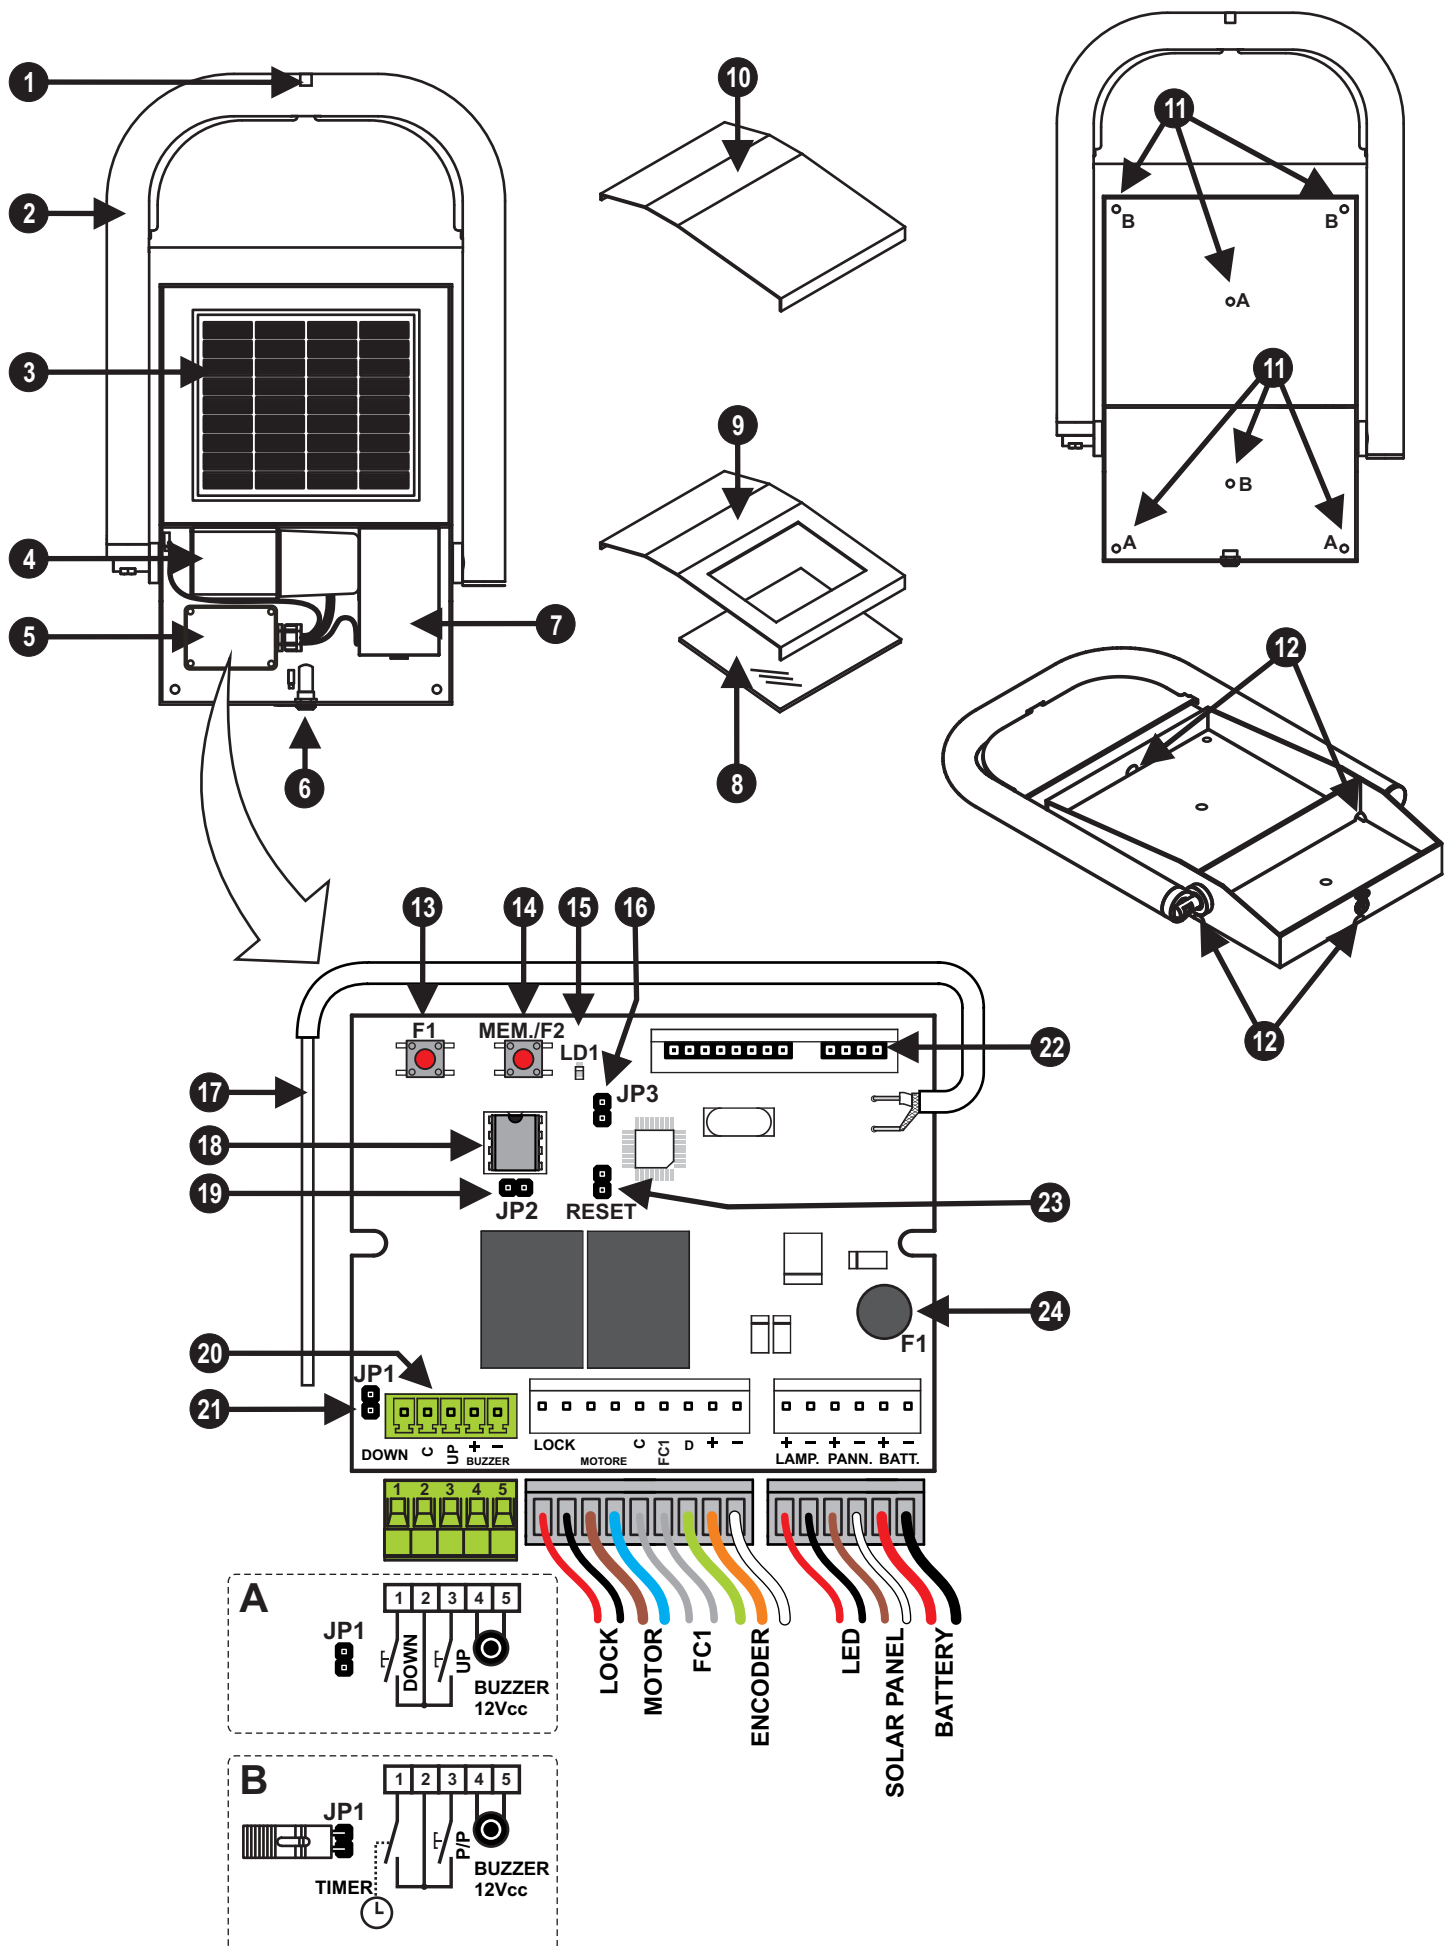

FIG.1 / Abb.1
Beschreibung der Teile (Abb. 1)
**- Versiegeln Sie die Struktur des PREPARK in keiner Weise, da er so konstruiert ist, dass das Wasser bei starkem Regen herausfließen kann (Detail 12 der Abb.1)!**
Taste „MEM/F2“ kurz drücken (Teil 15 - Abb. 1). Das entsprechenden LED beginnt zu blinken. Solange das LED blinkt, die Taste für den Fernsteuerbefehl, der gespeichert werden soll, drücken: Ein längeres Aufleuchten des LED zeigt an, dass der Befehl erfolgreich gespeichert wurde.